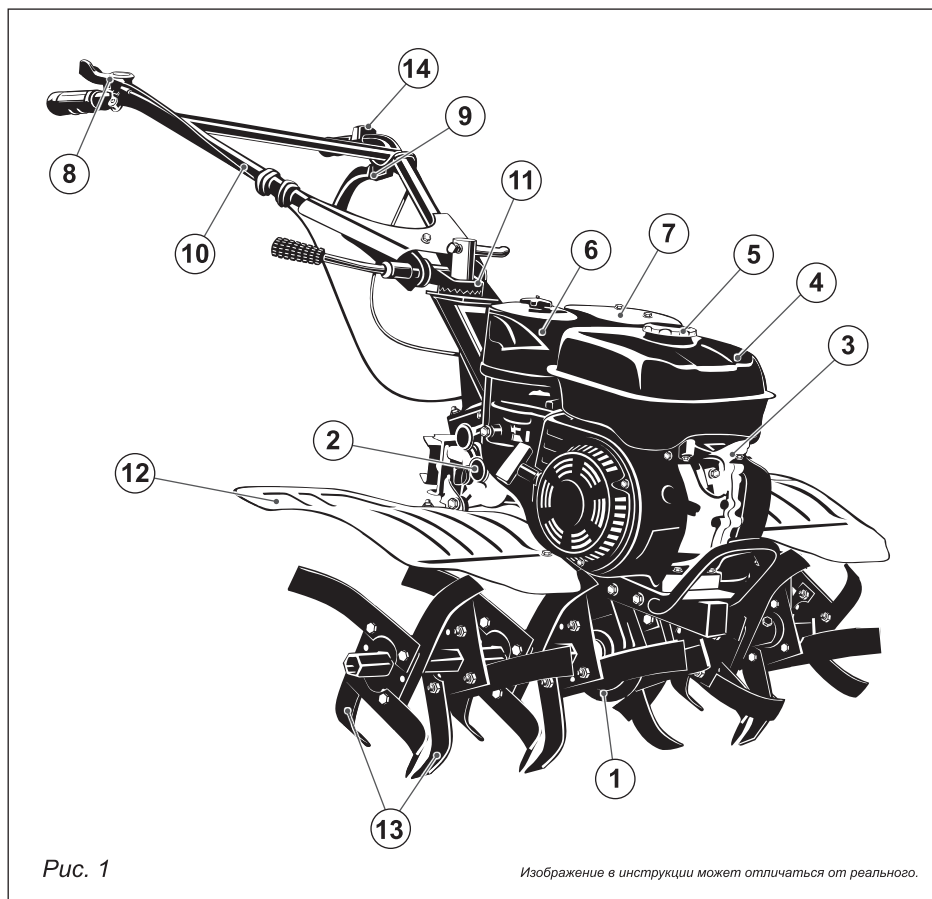

Рис. 1
4. ОСНОВНЫЕ ЭЛЕМЕНТЫ МОТОКУЛЬТИВАТОРА (рис. 1)
Описание основных элементов мотокультиватора (рис. 1):